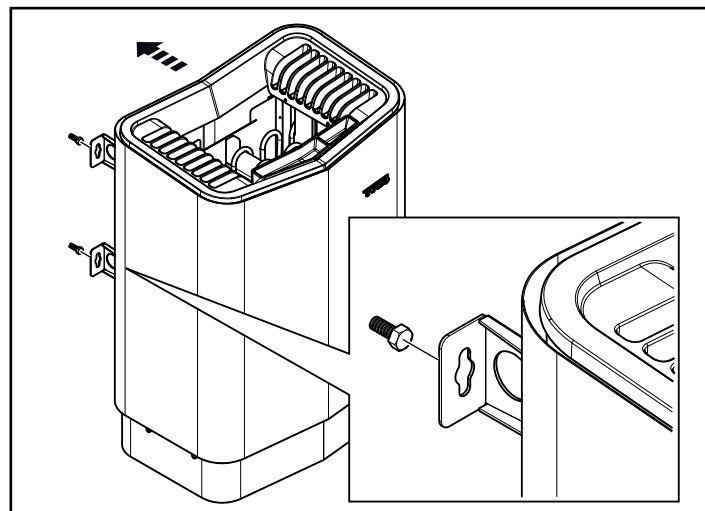

Рисунок 14: Навесьте нагреватель.
9. Навесьте нагреватель на винты (см. Рис. 14).